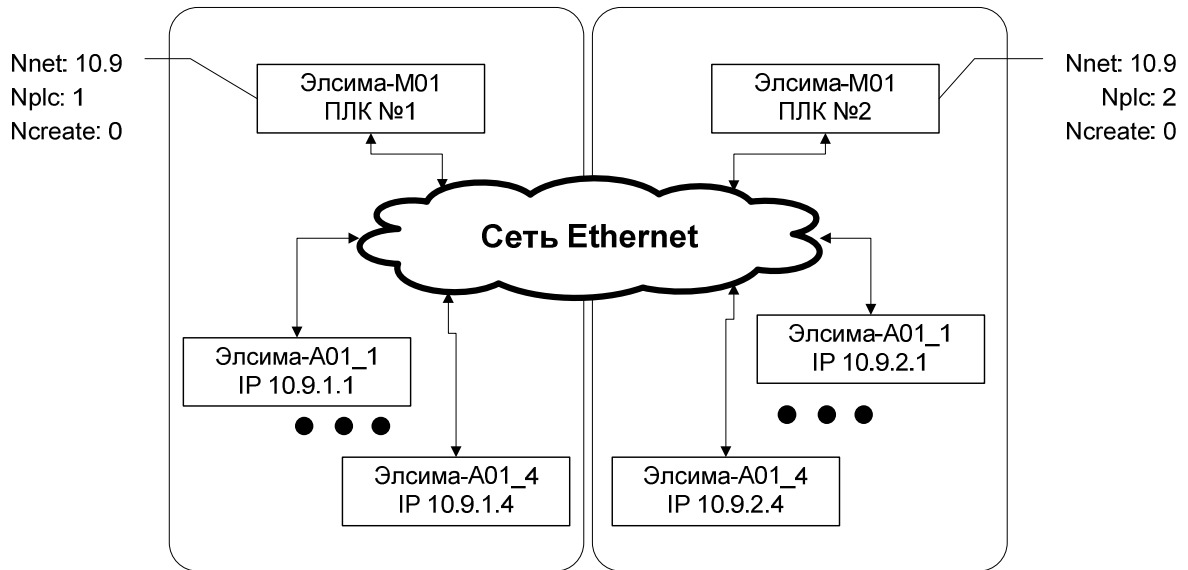

Рисунок 1.3 – Подключение модулей УВВ. Работа через общую сеть
- подключения модулей УВВ с использованием общих сетей *Ethernet* (рисунок 1.3).